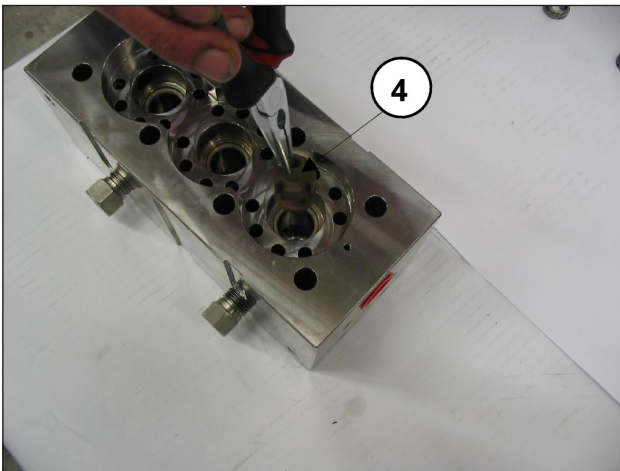
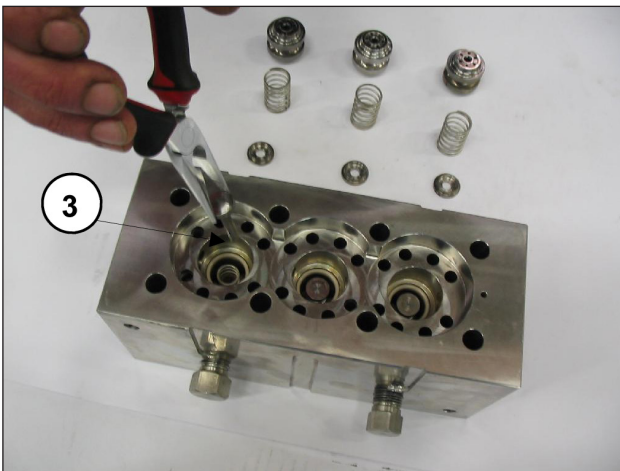

Abb. 44
Abb. 45
- Ziehen Sie die Teller der Druckventile ③ und die jeweiligen Führungen ④ samt Federn lt. Abb. 44 und Abb. 45 heraus, überprüfen Sie ihren Verschleißzustand und nehmen Sie den Austausch bei Bedarf und auf jeden Fall in den Intervallen der Tabelle "VORBEUGENDE WARTUNG" in Kapitel 11 der **Betriebs- und Wartungsanleitung** vor.